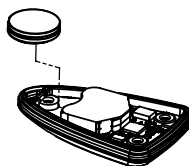

Abbildung 17. Legen Sie die Batterien in den Sender ein
4. Legen Sie die neuen Batterien ein (siehe Abb. 17 und 18).